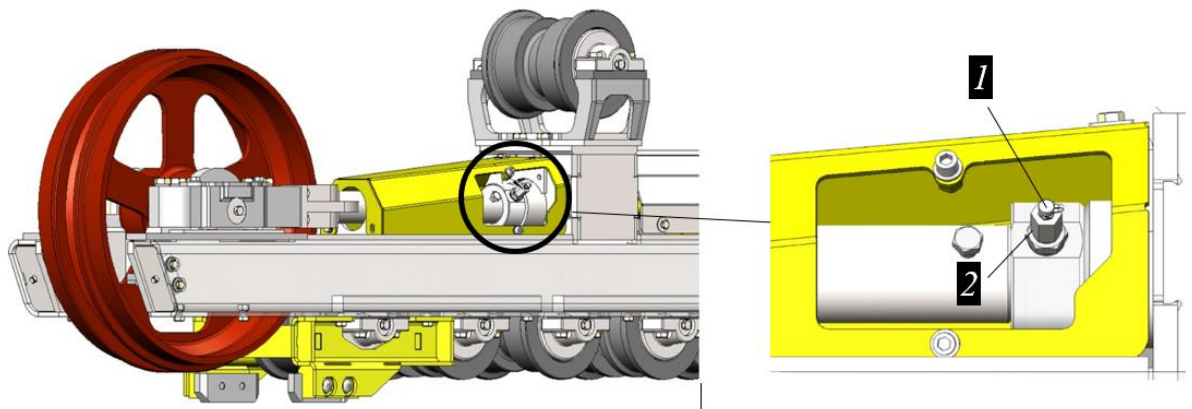

Рисунок 3.129. Место расположения пресс-маслёнки для натяжения гусеницы
- ▶ Снять пылезащитный колпачок 1 с пресс-масленки 2 рис. 3.129.
- ▶ Вывернуть пресс-масленку 2, рис. 3.129 на 2 оборота.
- ▶ Полностью вывернуть пресс-масленку 2, рис. 3.129.
Для исключения возможных травмоопасных ситуаций запрещается при ослаблении гусеницы полностью выворачивать пресс-масленку 2, рис. 3.129, так как при этом может произойти срыв резьбы клапана и выброс смазки под большим давлением.